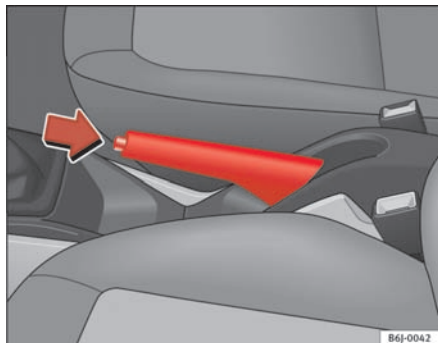

Fig. 100 Håndbremse mellem forsæderne
- Træk håndbremsen helt op ⇒ fig. 100.
- Træk håndbremsen lidt op, tryk låseknappen i pilens retning ⇒ fig. 100, og sænk håndbremsen helt ⇒ ⚠.